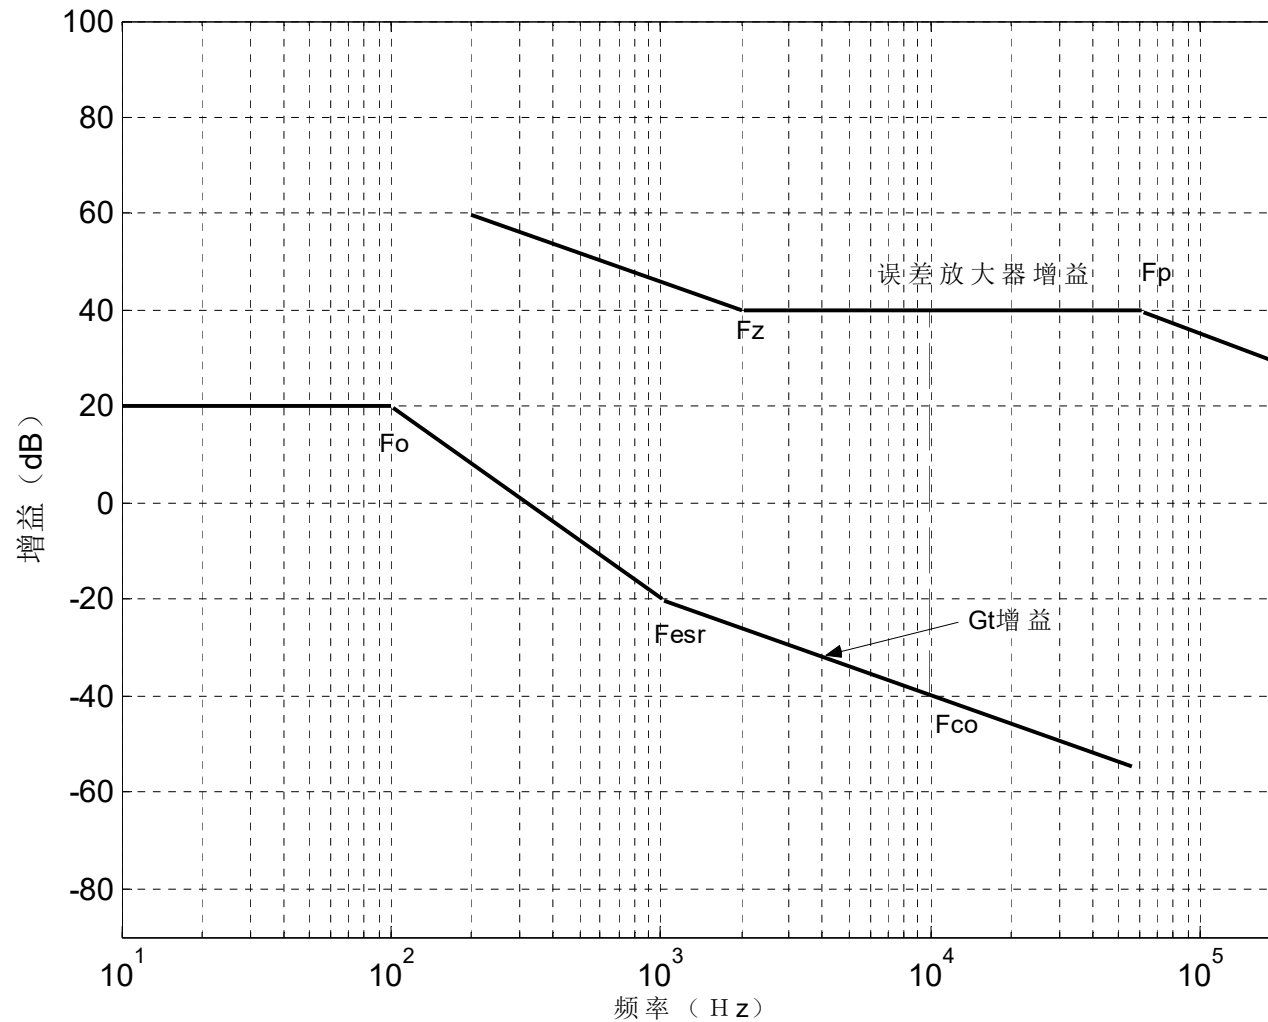

图11.11 电压型控制正激式变换器的控制到输出特性的增益
- 1、电容**C1**与电阻**R2**串联，（图11.11的低频特性） **$F_z=1/2\pi R_2 C_1$**
- 2、电容**C2**和**R2**、**C1**支路并联，（图11.11的高频特性） **$F_p=1/2\pi R_2 C_2$**